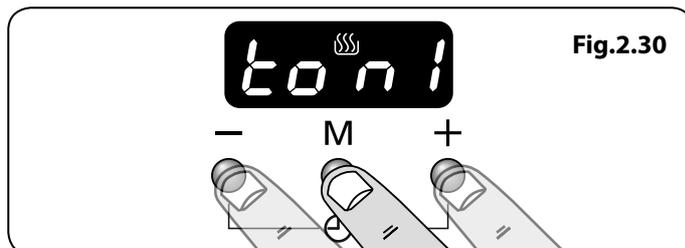

Fig.2.30
- Appuyer simultanément sur les boutons [+] et [-], puis sur le bouton mode [M]. L'écran indiquera ton 1, 2 ou 3, (**Fig.2.30**).